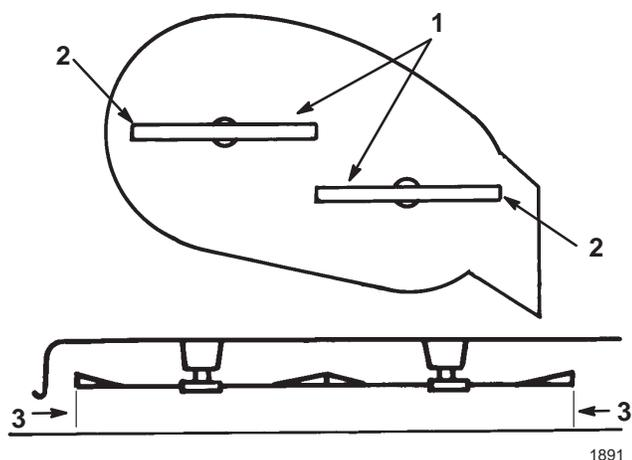

Figure 48
4. Placez prudemment les lames dans le sens transversal (Fig. 48). Mesurez la distance entre les tranchants extérieurs et le sol plat (Fig. 48). Si les deux mesures diffèrent de plus de 5 mm, l'horizontalité transversale doit être réglée comme expliqué aux points 5 et 6.